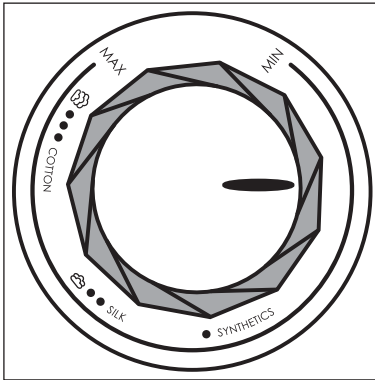

Abb. 2
- ▶ Trockenbügeln ohne Dampf können Sie bei allen Temperaturen. Dampf bügeln ist erst ab dem Einstellbereich ●● am Temperaturregler ⑥ möglich.
- 3) Stellen Sie die geeignete Temperatur mit dem Temperaturregler **6** ein (siehe Tabelle unten und Abb. 2).